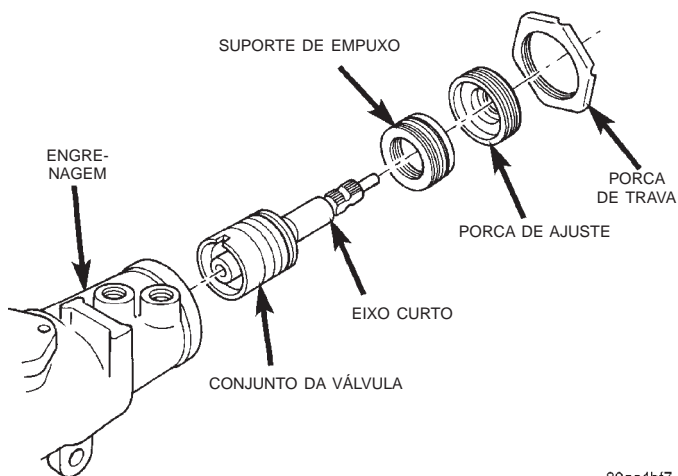

Fig. 11 Conjunto da Válvula com Eixo Curto
(4) Puxe o eixo curto e o conjunto da válvula para fora da carcaça. (Fig. 11).